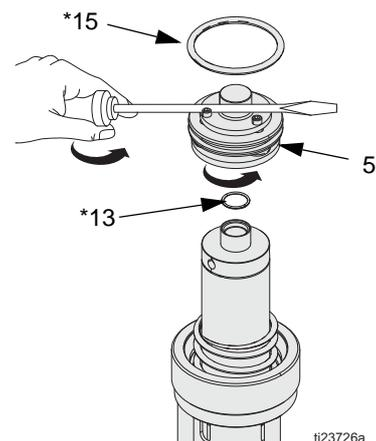

FIG. 12: Válvula neumática serie B
3. *Serie B (y motores neumáticos posteriores):* Desatornille la válvula neumática (5). Si es necesario ayudar al giro, coloque en cuña el filo de un destornillador entre las cabezas de los tornillos y la cabeza hexagonal de la válvula neumática (5). Inspeccione si las juntas tóricas (13\* y 15\*) presentan daños y sustitúyalas si es necesario. Compruebe que la junta tórica (13\*) está bien colocada y no esté pinzada. Consulte FIG. 12.
**NOTA: Consulte Reparación del motor neumático, el paso 3 y el paso 4 (Fig. 12) para consultar notas especiales para el rearmado.**